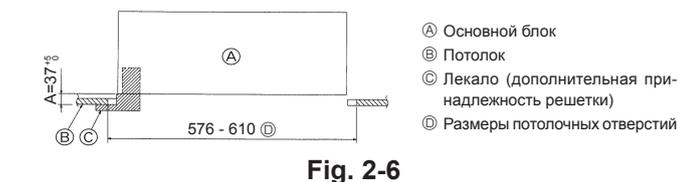

Fig. 2-6
- Если основной блок нельзя выровнять относительно монтажного отверстия на потолке, его можно отрегулировать с помощью слота на монтажной плите. (Fig. 2-6)